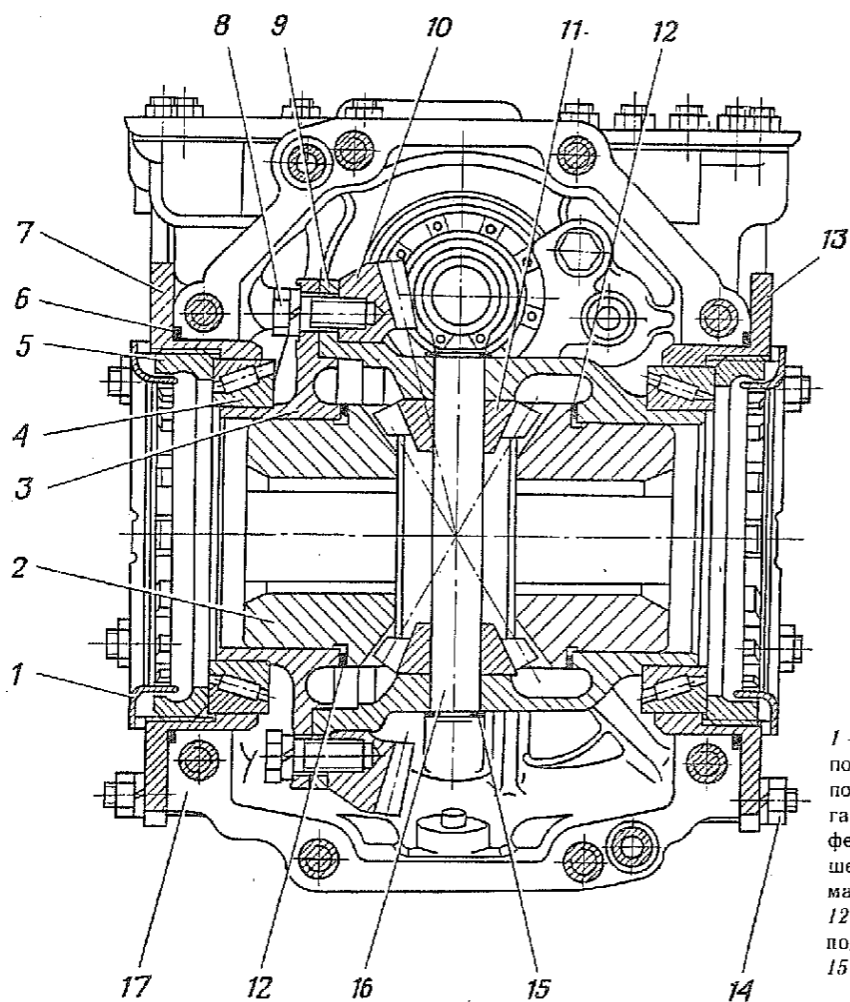
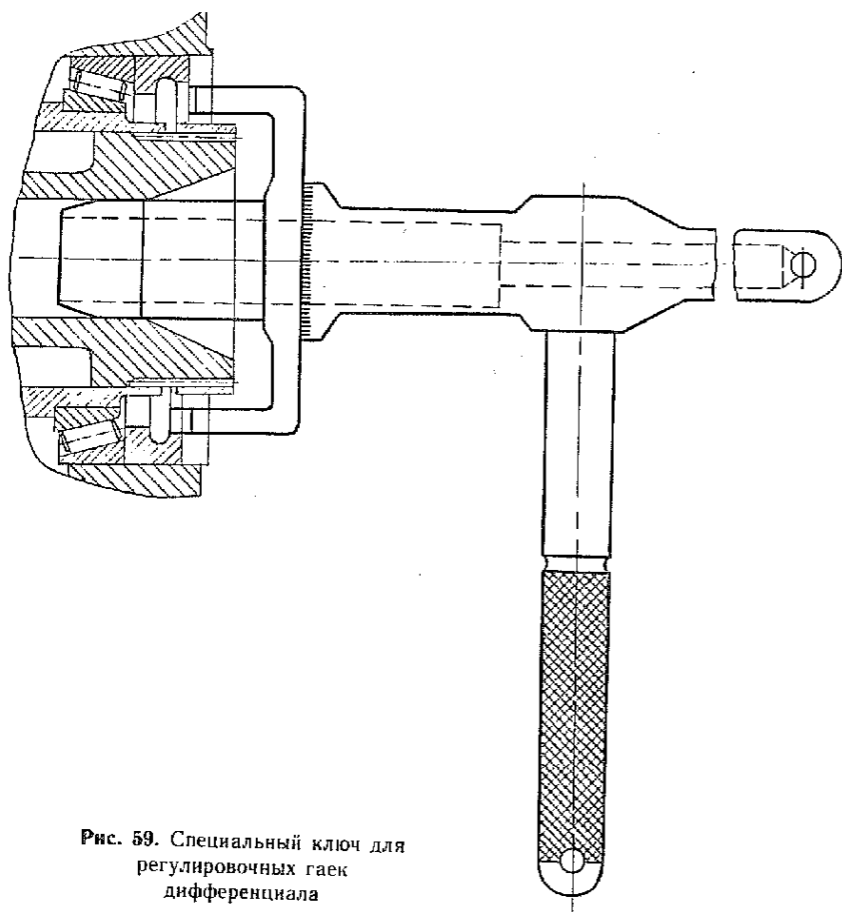

Рис. 58. Дифференциал коробки передач:
Рис. 59. Специальный ключ для регулировочных гаек дифференциала
1.3. Вынуть стопоры 1 (рис. 58) регулировочных гаек 5 подшипников 4 дифференциала и отвернуть регулировочные гайки (ключ специальный для регулировочных гаек дифференциала, рис. 59).
1.5. Снять правый 7 (рис. 58) и левый 13 корпуса подшипников дифференциала в сборе с наружными кольцами подшипников 4. Вынуть из корпусов наружные кольца подшипников (наставка медная, молоток 500 г).
1.9. Отвернуть болты 8 (рис. 58) и снять пружинные шайбы. Снять дифференциал с тисков (головка 14, вороток).
2.1. Установить ведомую шестерню 10 (рис. 58) главной передачи на коробку дифференциала, установить дифференциал в тиски фланцем вверх и закрепить ведомую шестерню болтами 8 с пружинными шайбами (тиски I-150, накладки для губок тисков, головка 14, вороток, рукоятка динамометрическая).